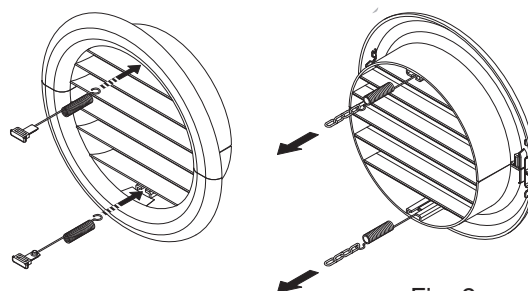

Fig. 9
- Inserire i due tappi (con molla), nella parte anteriore della griglia esterna, nei loro alloggiamenti, tirando fino allo scatto. (Fig. 9)